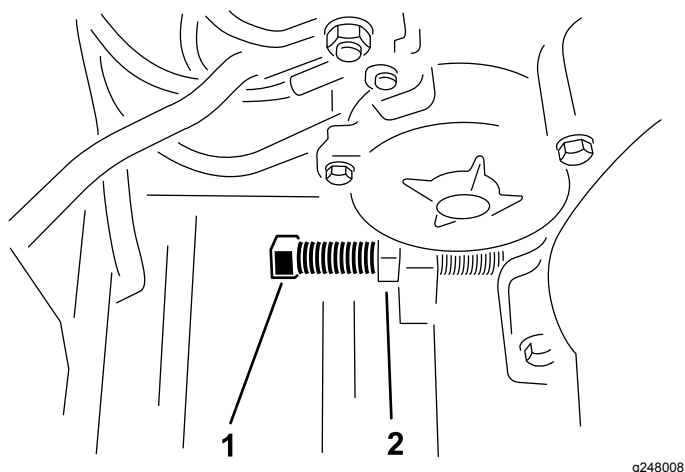

Рисунок 22
3. Ослабьте зажимную гайку и поворачивайте болт регулировки натяжения ремня, пока не будет достигнуто требуемое натяжение (Рисунок 22).
5. Отрегулируйте положение двигателя таким образом, чтобы он был расположен параллельно раме. Продолжите затяжку болтов крепления двигателя (Рисунок 22).